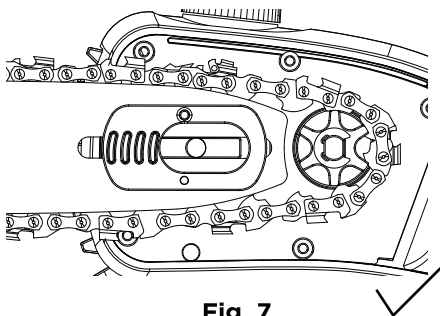
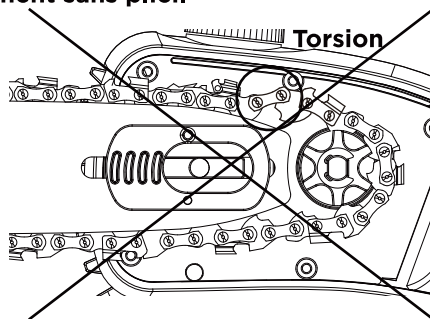

Fig. 7
Fig. 8
4. Vérifiez que toutes les pièces sont bien en place et maintenez la chaîne et le guide-chaîne en position horizontale. S'assurer que les maillons d'entraînement sont bien en place dans le pignon d'entraînement (Fig. 7), en évitant de les tordre comme indiqué dans la (Fig. 8). Si elle se plie, saisissez la chaîne au niveau du guide-chaîne, juste avant le pli, puis tirez-la vers l'extérieur.